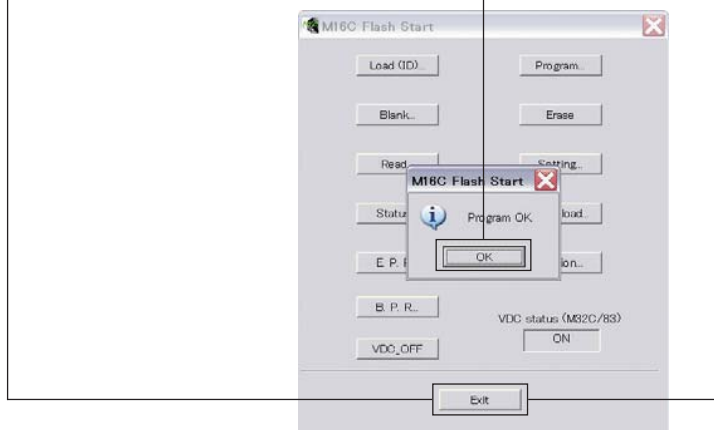

Fig. 7
10. When writing of the firmware is completed, the screen appears as shown below. (Fig. 7)
Click [OK]. (Fig. 7)
11. Click [Exit] to end FlashSta.exe. (Fig. 7)
10. ファームウェアの書き込みが完了すると、以下の画面が表示されます。(Fig. 7)
[OK] をクリックします。(Fig. 7)
(Fig. 7)